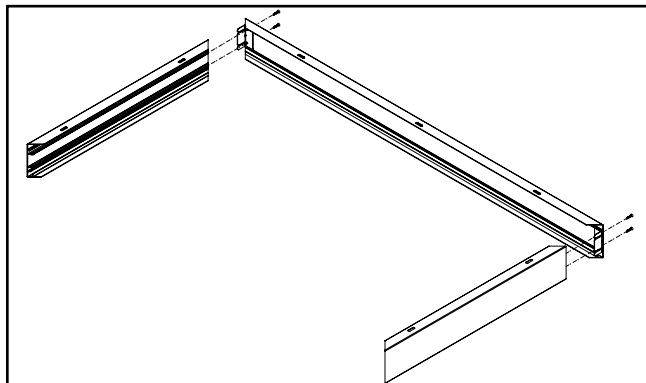

Figura 18.
- C2. Una el riel largo con los rieles cortos insertando la pata sobresaliente de cada soporte en L-en la ranura correspondiente en el riel corto. Use 4 de los tornillos incluidos para asegurar los rieles cortos al riel largo. (Figura 18.)